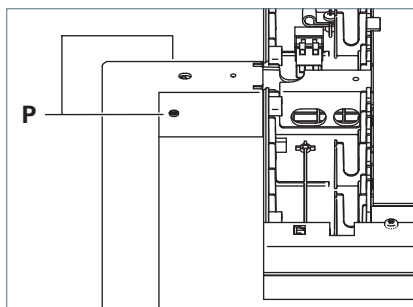

Fig. 7: Allineamento della testa dell'apparecchio d'illuminazione ad angolo retto rispetto al tubo di supporto.
- Orientare la testa della lampada ad angolo retto rispetto al tubo di supporto e stringere a mano le due viti senza testa **P** in senso antiorario contro il tubo di supporto, vedi Fig. 7.